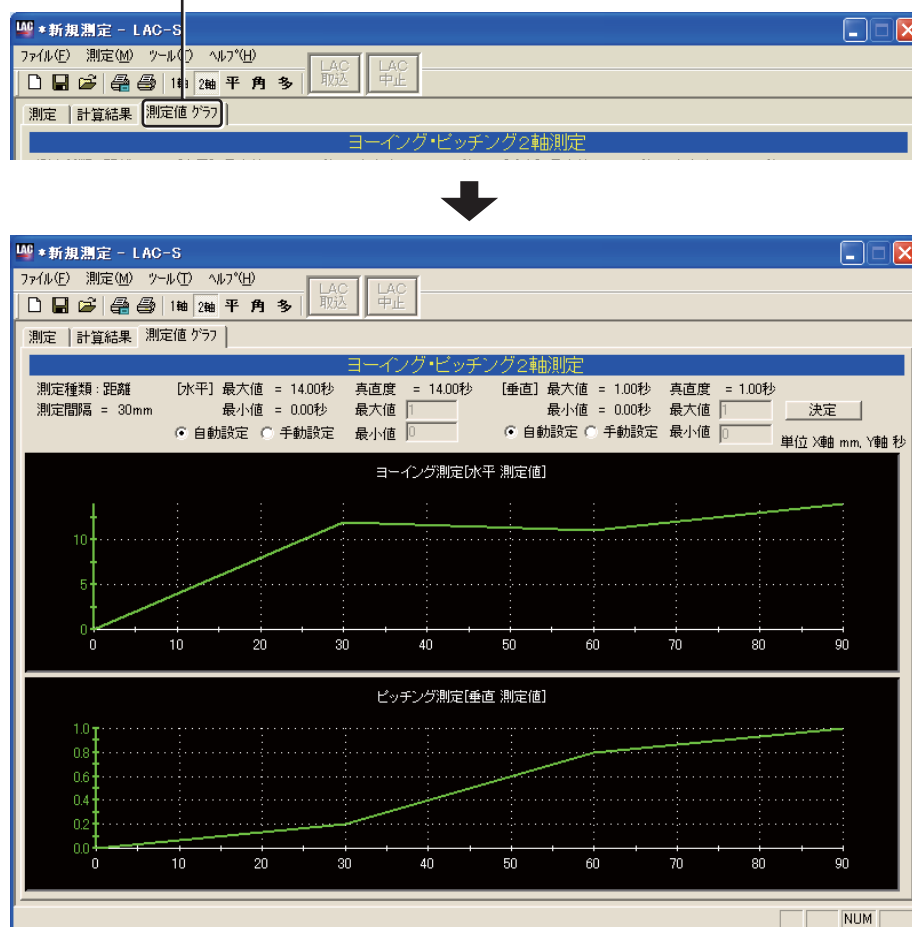

図5-7-12
5.7.2で行った計算結果を「測定値グラフ」で表示します。ヨーイング・ピッチング2軸測定画面の「測定値グラフ」タブをクリックすると「測定値グラフ」が表示されます(図5-7-12)。